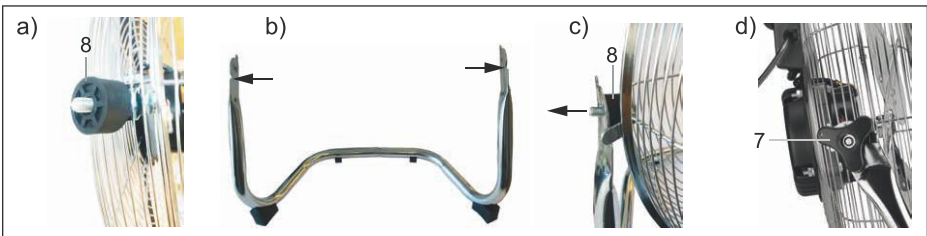

Fig. 60: Mocowanie kosza siatki ochronnej w oprawie
9. Dosunąć elementy dystansowe (8) śrubowych elementów mocujących do lewej i prawej strony kratownicy ochronnej wentylatora; rys. 60 a).
10. Wsunąć wentylator ze śrubowymi elementami mocującymi i elementami dystansowe w oprawę; rys. 60 b i 60 c.
11. Przymocować kosz za pomocą trójkątnych nakrętek ręcznych; rys. 60 d.